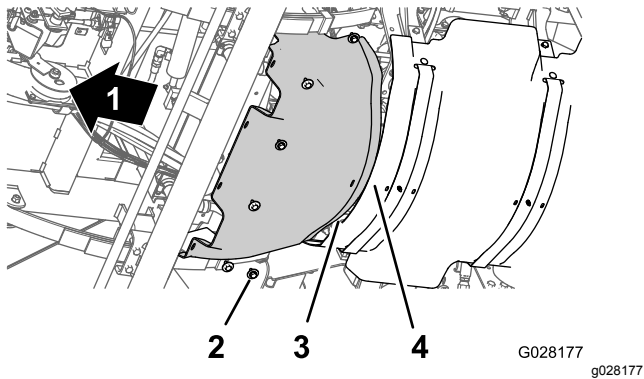

Bild 58
- Fluchten Sie den hinteren Flansch des vorderen Wärmeschutzblechs über dem vorderen Flansch des hinteren Wärmeschutzblechs aus (Bild 58).
- Fluchten Sie die Löcher im vorderen Wärmeschutzblech mit den Gewindelöchern im Chassis aus (Bild 58).
- Befestigen Sie das vordere Wärmeschutzblech mit den sechs Sechskantschrauben und sechs Scheiben (Bild 58), die Sie in Schritt 3 von Entfernen des vorderen Wärmeschutzblechs (Seite 52) entfernt haben, an der Maschine.